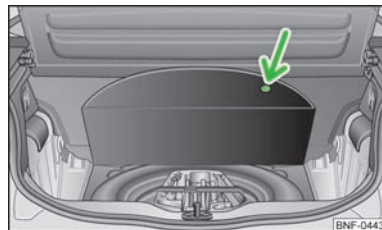

Fig. 107
Soulevez le revêtement du plancher en le prenant par l'orifice (flèche) » **fig. 107.**
- Sortez l'**outillage de bord** et la **roue de secours** du coffre à bagages » fig. 107. ■